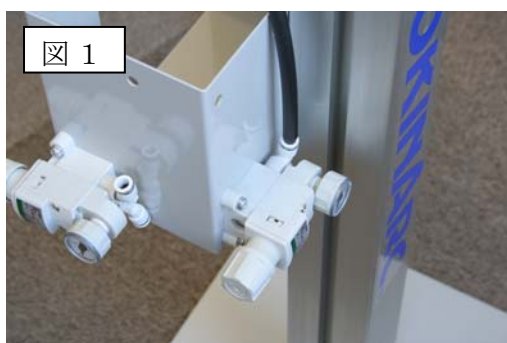

図 1
- 3) ノズルクリーナーのエアチューブはレギュレータのワンタッチ継手に差し込んでください。(図1)